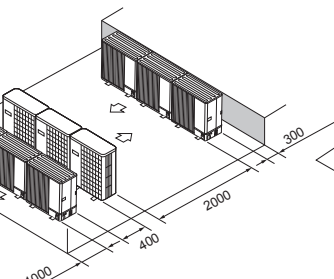

Fig. 2-20
- (6) Disposition pour plusieurs appareils parallèles (Fig. 2-20)